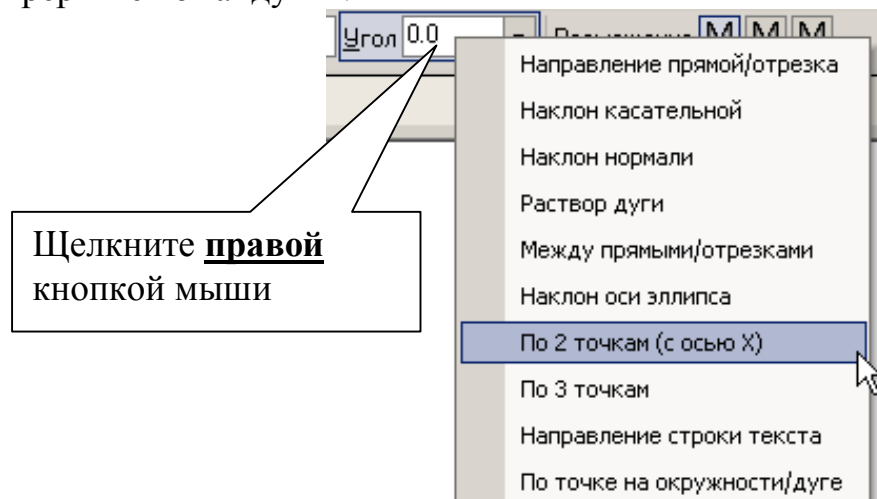
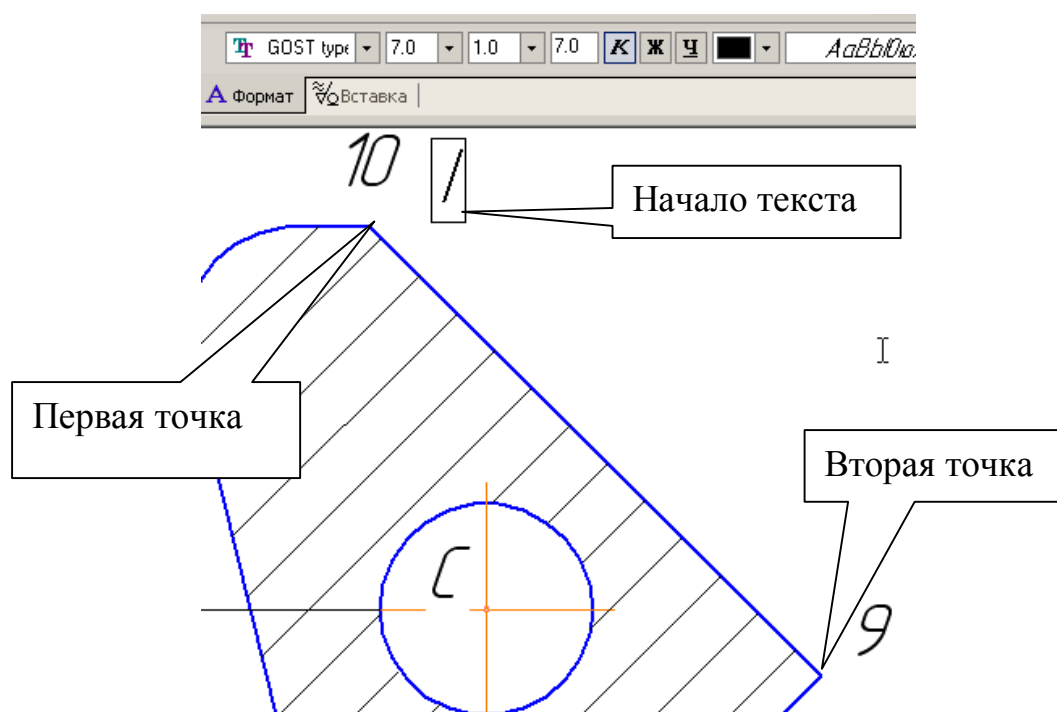

Рис. 58
Рис. 59
- Для выполнения надписи №3, которая расположена по направлению отрезка прямой, воспользуйтесь **Геометрическим калькулятором**. Для этого поместите курсор в поле величины угла, рис. 58, нажмите **правую кнопку мыши** и выберите **По 2 точкам (с осью x)**. Укажите начальную и конечную точки отрезка, вдоль которого выполнен текст, рис. 59. Установите высоту букв 7 мм, напечатайте слово «Пластина», нажмите **Создать объект**, прервите команду.